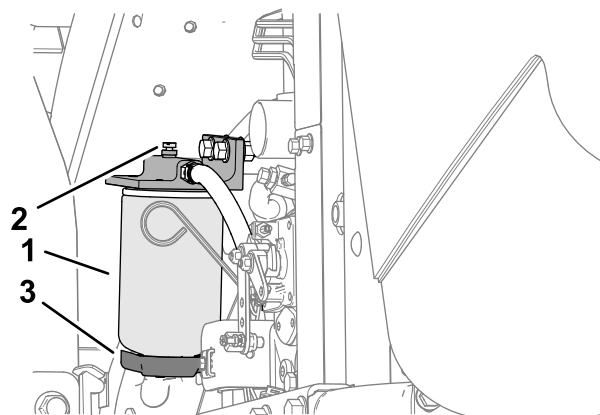

Рисунок 68
4. Открутите сливной кран в днище стакана фильтра (Рисунок 68).
3. Очистите область крепления корпуса фильтра (Рисунок 68).